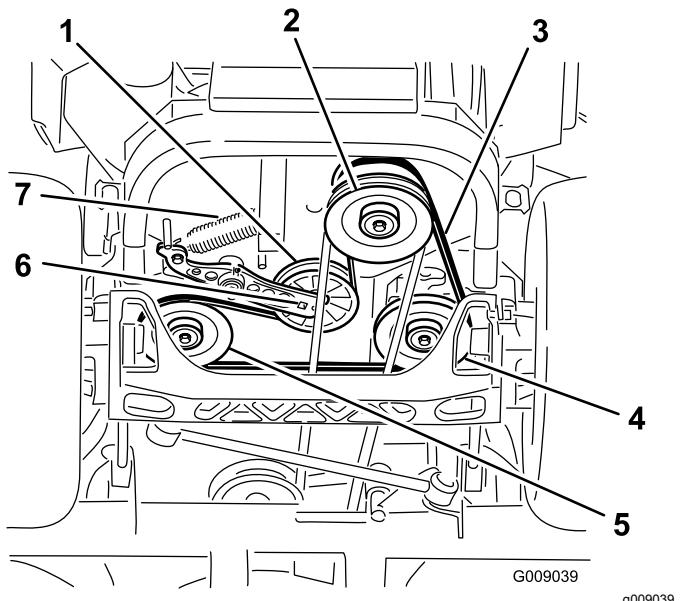

Figura 95
5. Utilice una llave de carraca en el taladro cuadrado del brazo tensor para retirar el muelle tensor (Figura 95).
6. Desenganche el muelle de la polea tensora del bastidor (Figura 95).
9. Utilizando la llave de carraca en el taladro cuadrado del brazo tensor, instale el muelle tensor en el bastidor (Figura 95).
4. Levante la máquina y apóyela sobre gatos fijos (Figura 95).